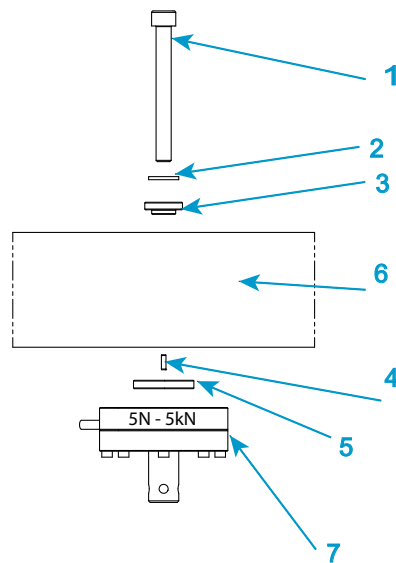

Abbildung 17. Einen Kraftaufnehmer der Serie 2530 installieren - Nennkräfte 5 N bis 5 kN
Legende für Abbildung 17
1. Siehe Abbildung 17 auf Seite 84 und die entsprechende Legende.